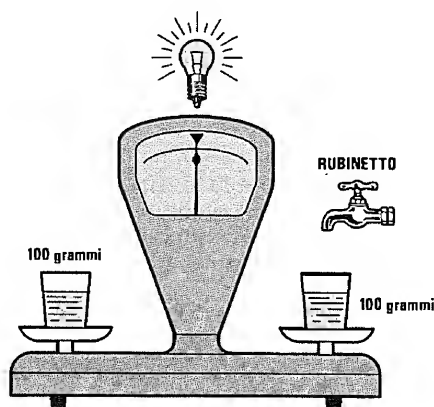

Fig.12 Quando i due pesi saranno equivalenti, si accenderà la lampada di "aggancio" ed il rubinetto si chiuderà automaticamente.
- Quando la quantità d'acqua versata nel recipiente di destra sarà **equivalente** a quella presente nel recipiente di sinistra, pari cioè a **100 grammi**, la lancetta della bilancia si porterà esattamente al **centro scala** (vedi fig.12).